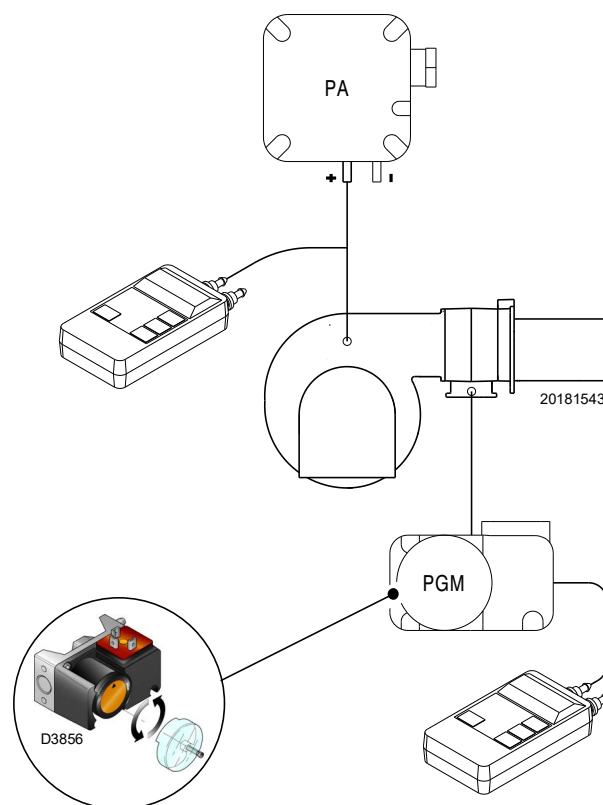

Fig. 30
- Regolare il pressostato gas di massima (Fig. 30 a pag. 33) a fine scala.
Eseguire la regolazione del pressostato gas di massima (Fig. 30) dopo aver effettuato tutte le altre regolazioni del bruciatore con il pressostato gas di massima regolato a fine scala.